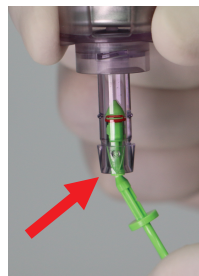

figura 8
h) Encaje el extremo del émbolo que sobresale de la jeringuilla, como se muestra en la figura 8.